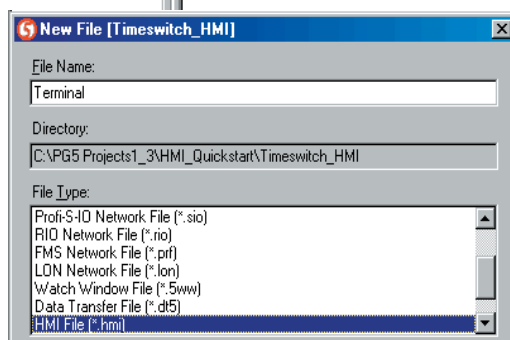
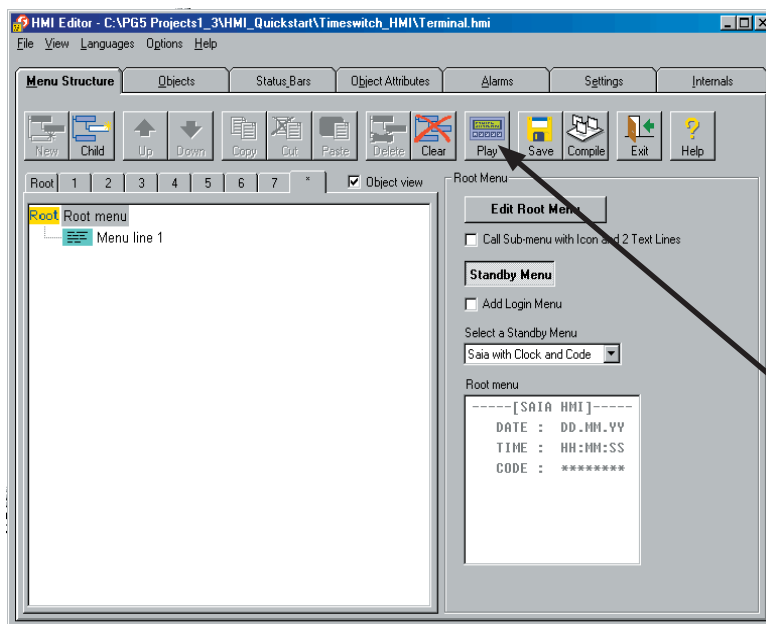

Figure 7
Figure 8
3. Ouvrez dans l'unité centrale "Timeswitch\_HMI" un nouveau fichier appelé "Terminal" et de type ".HMI" (figure 7). Vous vous trouverez ensuite dans l'éditeur HMI (figure 8).
Pour vérifier si vous avez sélectionné le bon appareil, allez sous la TAB [Menu Structure], puis appuyez sur le bouton <Play> (figure 8).